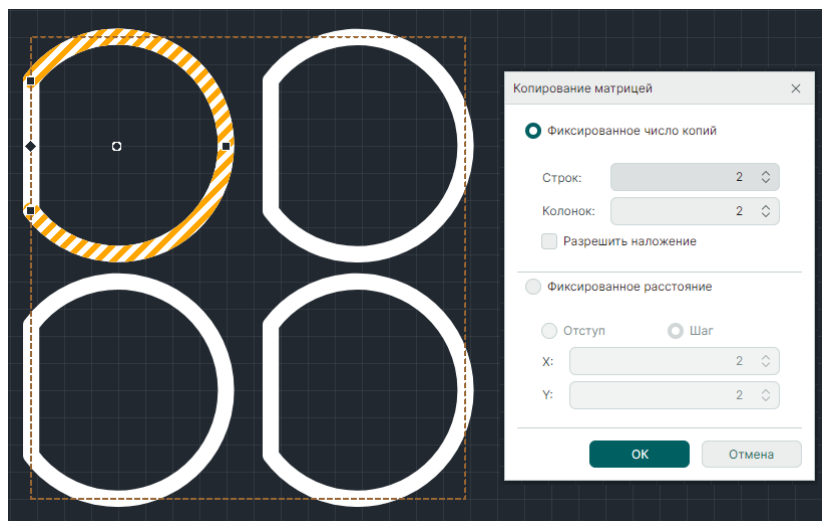

Рис. 379 Фиксированное число копий. Размещение
- «Фиксированное число копий», см. Рис. 379.